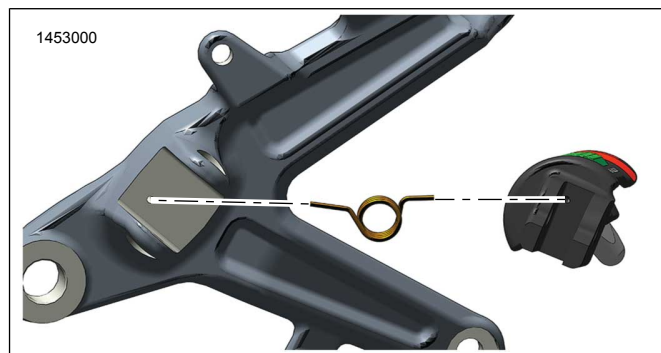
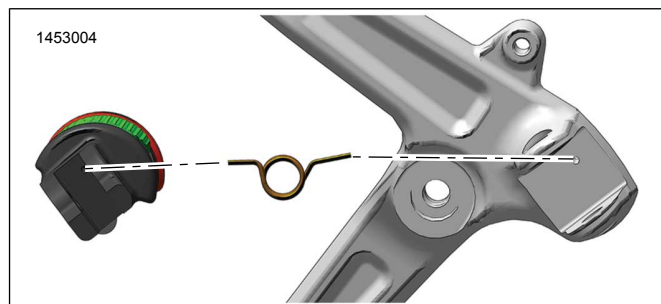

Figure 5. Orientation du ressort de rappel - droite
Figure 6. Orientation du ressort de rappel - gauche
2. Consultez Figure 5 ou Figure 6 . Placez le ressort de retour (B) dans l'assemblage du repose-pied.